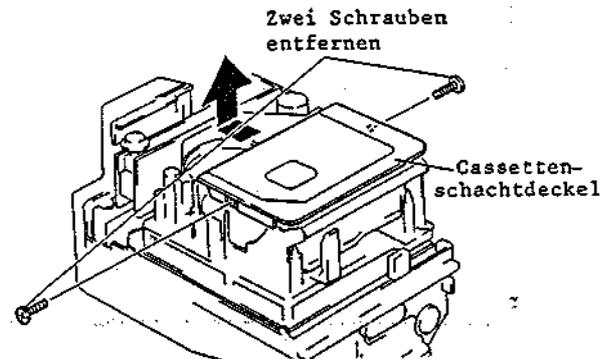

Abb. 2-4 Ausbau des Cassettenschachtdeckels
1-3 Ausbau des Cassettenschachtdeckels (Abb. 2-4)
3. Zwei (2) Befestigungsschrauben des Cassettenschachtdeckels entfernen (siehe Abb. 2-4).
3. Den Cassettenschachtdeckel ausbauen (siehe Abb. 2-4).
3. Den Cassettenschachtdeckel entfernen (siehe Abb. 2-4).